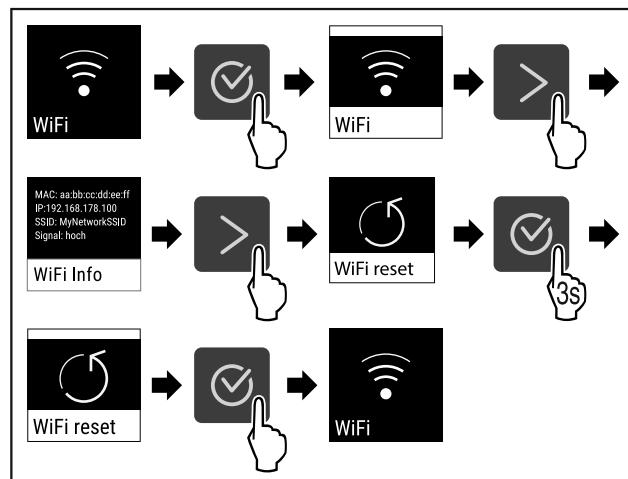

Fig. 77
- Провести етапи операцій (див. Fig. 77).